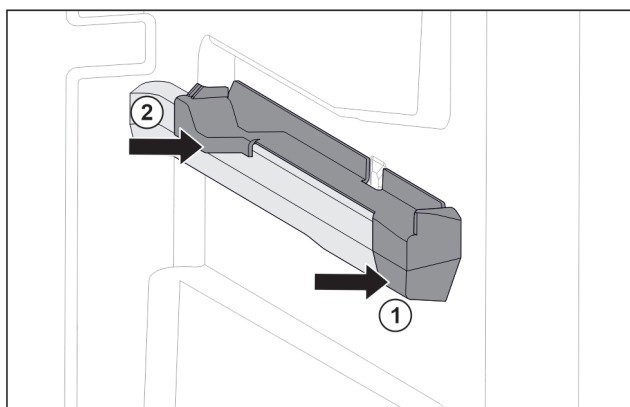

Fig. 84 Påsettsingsdel på høyre beholderribbe
- ▶ Sett på påsettsingsdel foran på beholderribben. Fig. 84 (1)
- ▶ Trykk på påsettsingsdel bak. Fig. 84 (2)